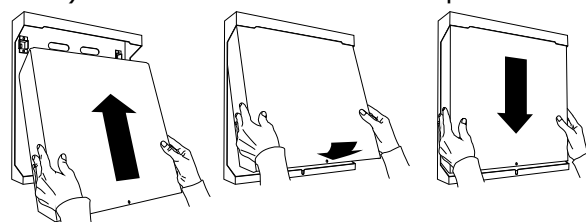

Figure 30 Mise en place du capot.
- a) Placer le capot de la centrale (voir Fig.30).